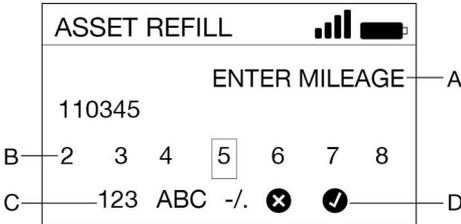

Fig. 28
- Si l'actif est configuré pour exiger la saisie de données de référence, entrer les données requises à l'aide du clavier (Fig. 28).